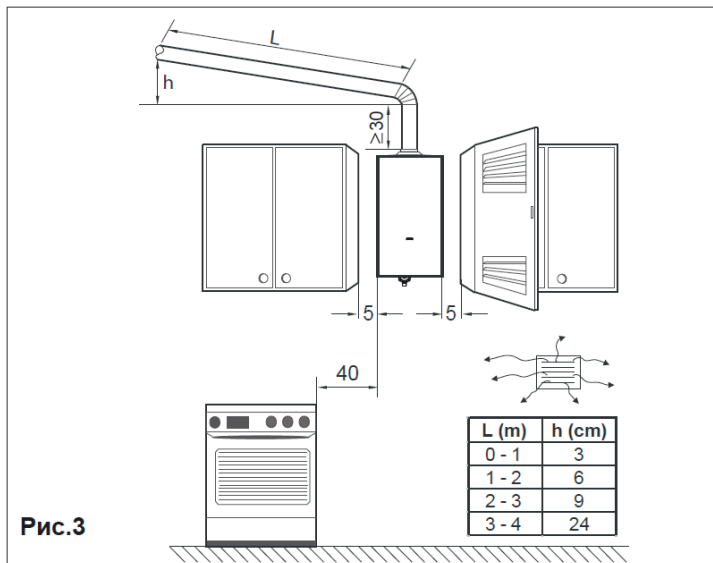

Рис.3
- Для доступа к водонагревателю оставить вокруг него свободное пространство, как показано на рис. 3.
При монтаже дымоотводящего канала на горизонтальных участках необходимо обеспечить уклон вверх на 3 градуса (см. рис.3).